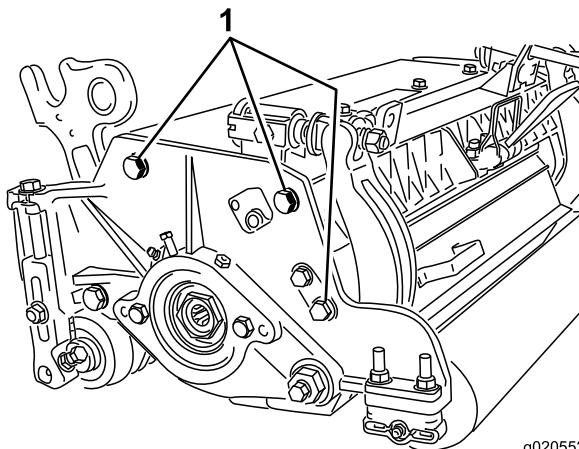

Figura 20
**Nota:** A posição entre o rolo traseiro e o cilindro é controlada pelas tolerâncias mecânicas dos componentes montados, não sendo necessário o alinhamento em paralelo. Podem ser efectuados determinados ajustes, colocando a unidade de corte na placa e desapertando as cavilhas de montagem da placa lateral (Figura 20). Ajuste e volte a apertar os parafusos. Aperte os parafusos a 27-35 Nm.